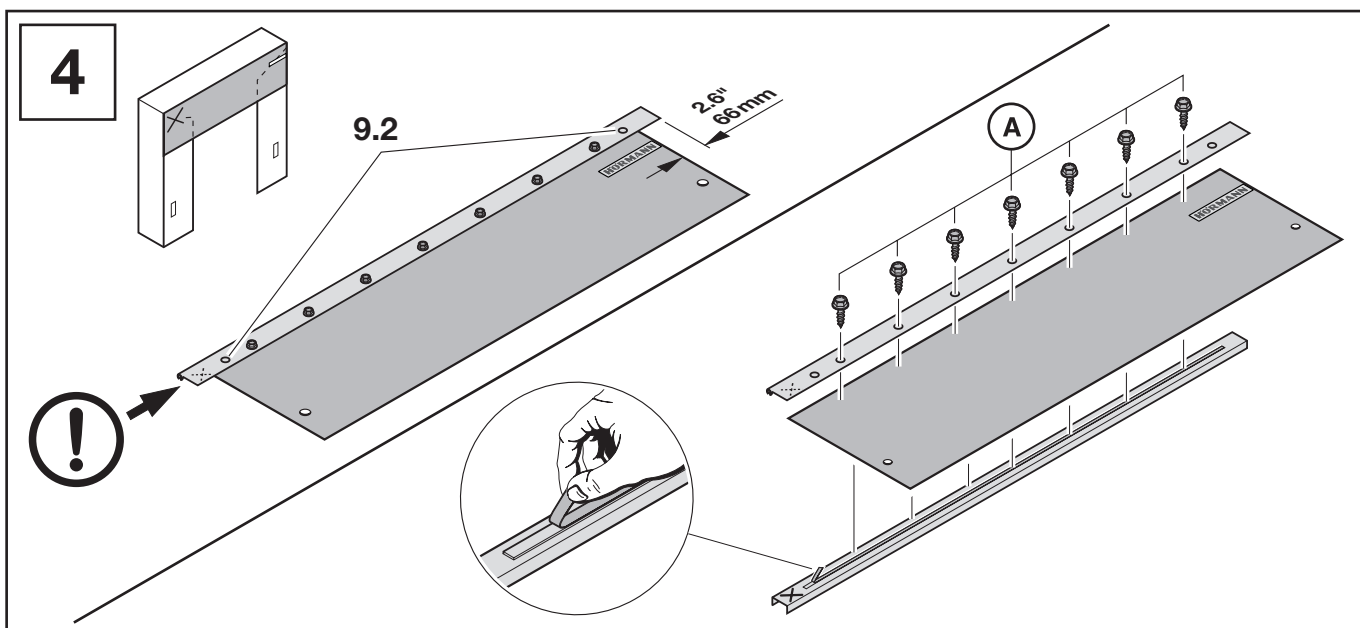

Figure 5
* L'équipement peut varier, voir fig. 5.